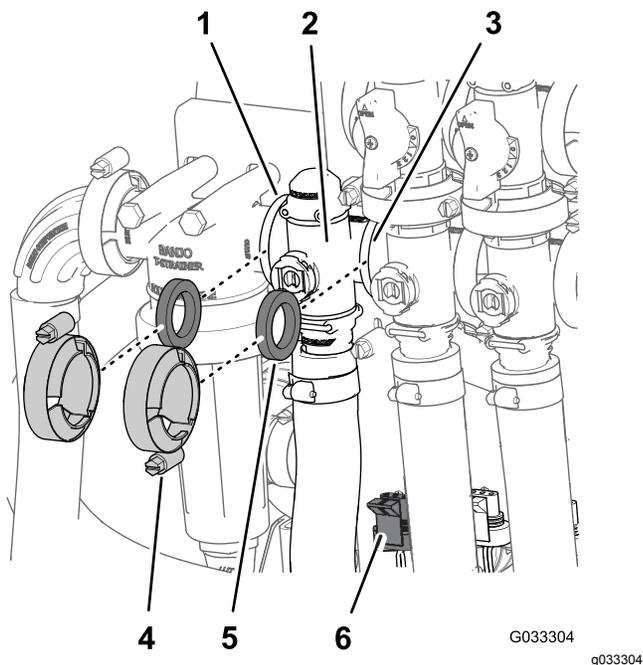

図 67
1. 散布量制御バルブ用のマニホールドを固定しているクランプとガスケットを外す 図 67。